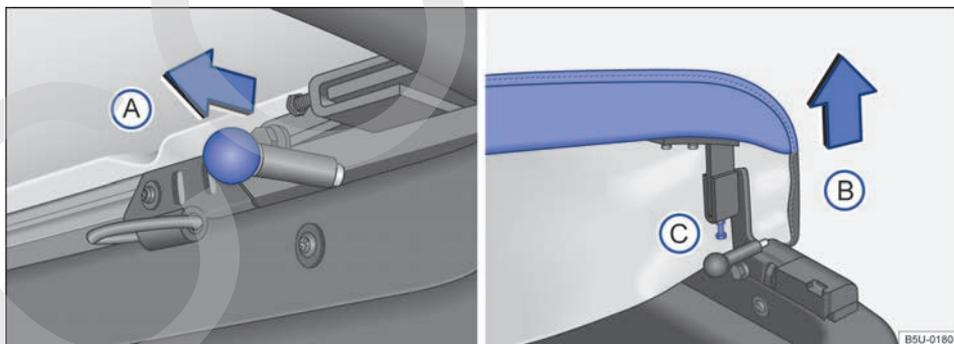
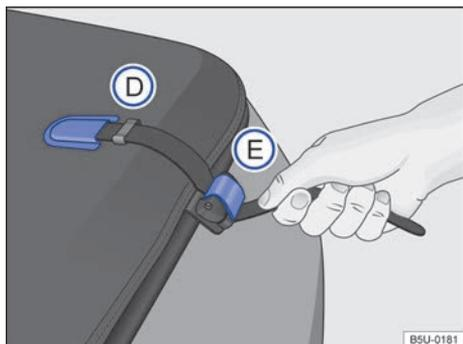

Fig. 29 Trabas y tornillo de ajuste del estiramiento de la capota marítima.
Fig. 30 Fijación de la capota marítima.
- Desplazar el perno de bloqueo → fig. 29 (A) en el sentido de la flecha, en ambos lados, simultáneamente.
- Levantar el extremo de la capota en el sentido de la flecha (B).
- Para ajustar el estiramiento, soltar la tuerca y apretar el tornillo o soltar el tornillo (C), hasta alcanzar el estiramiento deseado.
- Retirar el extremo de la cinta de alojamiento → fig. 30 (D), en los laterales de la capota marítima, y forzar la cinta hacia abajo, para desbloquear la traba (E).
- Insertar el extremo de las cintas en el alojamiento (D), para facilitar el recogimiento de la capota marítima.